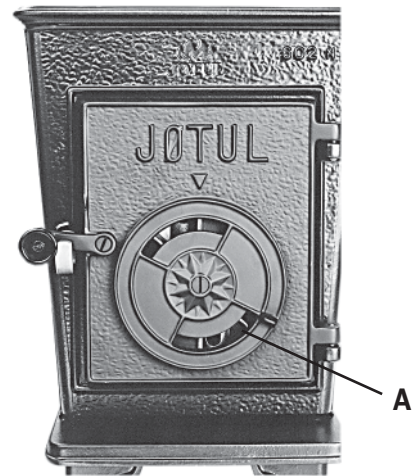

Fig. 3
2. Установите упаковочный ящик на пол и осторожно уложите камин на боковую сторону. Прикрепите четыре ножки с помощью винтов и шайб (**рис. 3**).